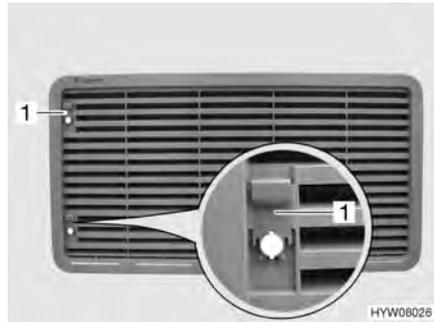

Bild 138 Kühlschrank-Lüftungsgitter (mit Schieber)
- Schieber (Bild 138,1) nach oben schieben.